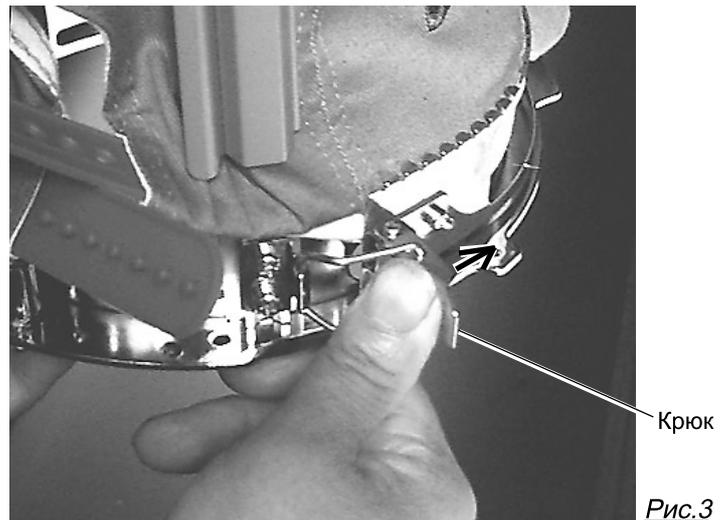

Рис. 3
Если зажим головного убора слишком тугий, Вы почувствуете затруднения при его закрытии и зажим будет слишком сильно вжиматься в головной убор. (Рис. 3)
5. Как показано на Рис. 3, расположите крючок так, чтобы козырек головного убора попал в промежуток между зажимами головного убора.